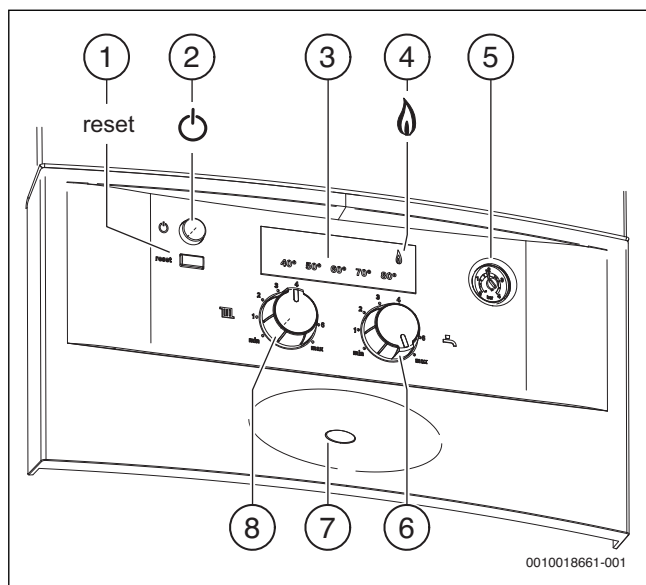

Bild 2
- ▶ Gerät am Schalter Ein/Aus (→ Bild 2) einschalten.
- ▶ Gerät am Schalter Ein/Aus (→ Bild 2) ausschalten.